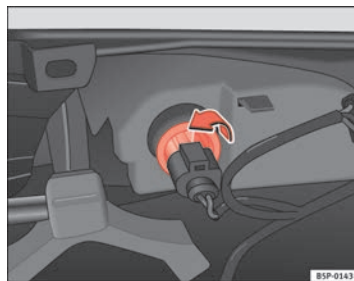

Abb. 196 Leuchte von der Innenseite des Stoßfängers
- Die Lampenfassung nach links drehen und in Pfeilrichtung abnehmen ⇒ Abb. 196.